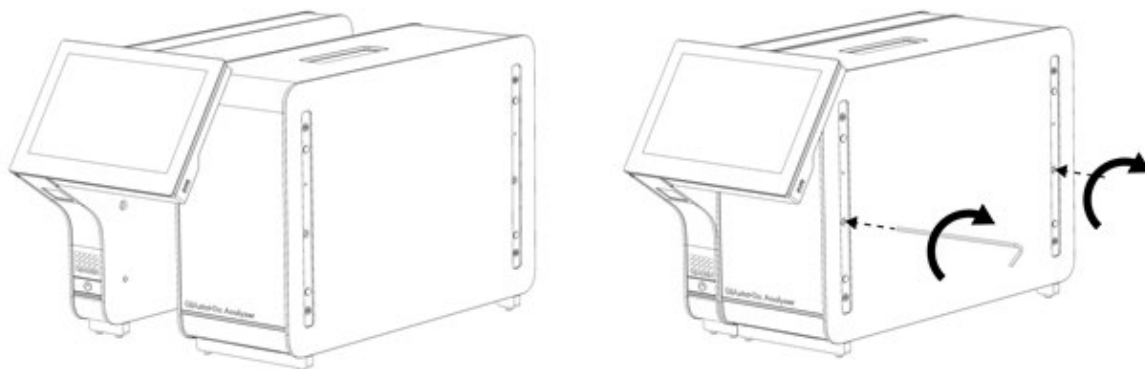

Bild 6. Ansluta driftsenheten till den analytiska enheten.
3. Ta bort driftsenheten från sin låda och fäst den på vänster sida om den analytiska enheten. Dra åt skruvarna med monteringsverktyget för den analytiska enheten/driftsenheten som medföljer QIAstat-Dx Analyzer 2.0 (bild 6).